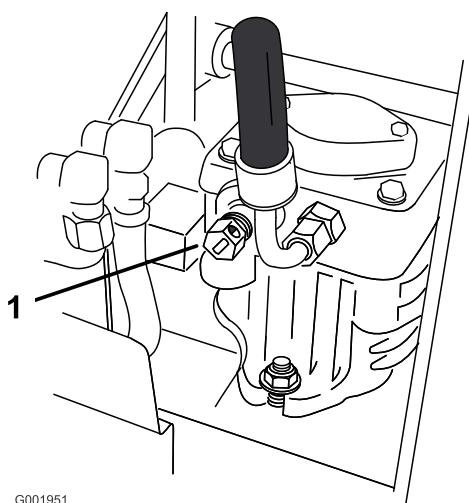

Figure 11
- Ouvrez les vannes de dérivation des deux pompes en les tournant 1 à 2 fois dans le sens anti-horaire. Cela permet au liquide hydraulique de contourner les pompes et aux roues de tourner (Figure 11).